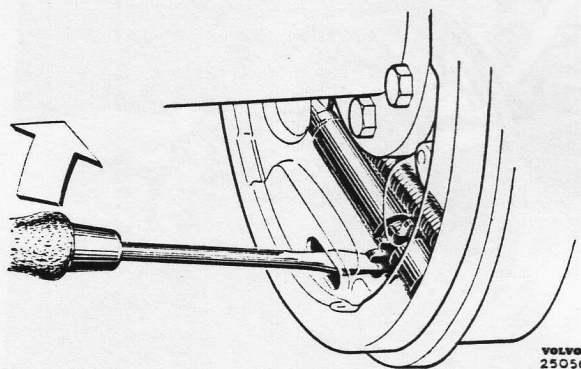

Bild 7-28. Einstellen der Radbremse
2. Gummikappe entfernen, Schraubenzieher in den Einschnitt stecken und Bremsbacken durch Aufwärtsbewegungen des Schraubenziehers anziehen, siehe Bild 7-28. Zahnrad an der Einstellvorrichtung soweit drehen, bis Bremstrommel blockiert ist.